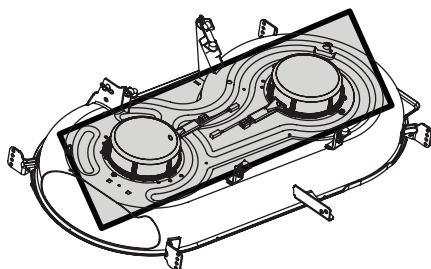

Figura 15
- Limpie la parte superior de la plataforma del tractor (Figura 15).